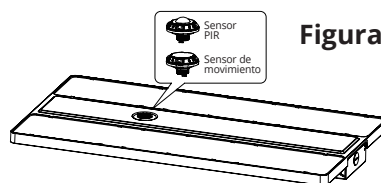

Figura 9
Paso 2. Fije el sensor de corriente continua a la base para que funcione correctamente, utilice un control remoto para ajustar el modo de trabajo según la demanda. (Figura 9)